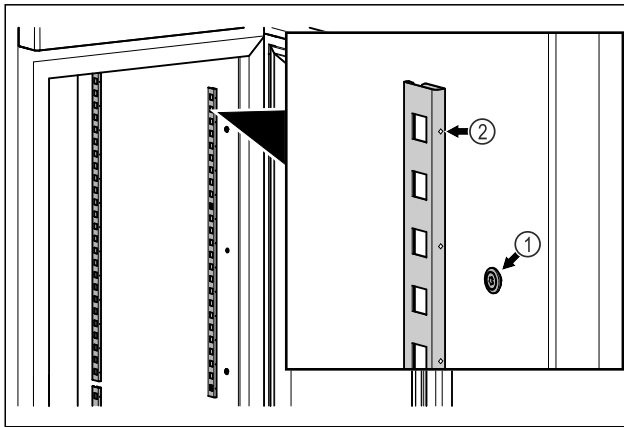

Fig. 48 Atvaizdo pavyzdys
- ▶ Įkabinkite fiksavimo juosteles į pakabą Fig. 48 (1). Žyma Fig. 48 (2) turi būti nukreipta į priekį.